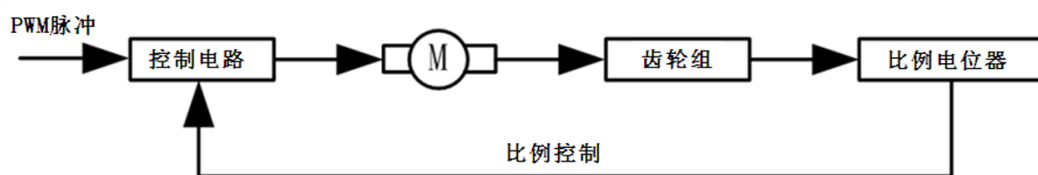

图 13: PWM 舵机框图
- PWM 模拟舵机：PWM 周期为 20ms，脉宽分布在 0.5~2.5ms 之间；不同脉宽对应不同转角位置。（图13、14）